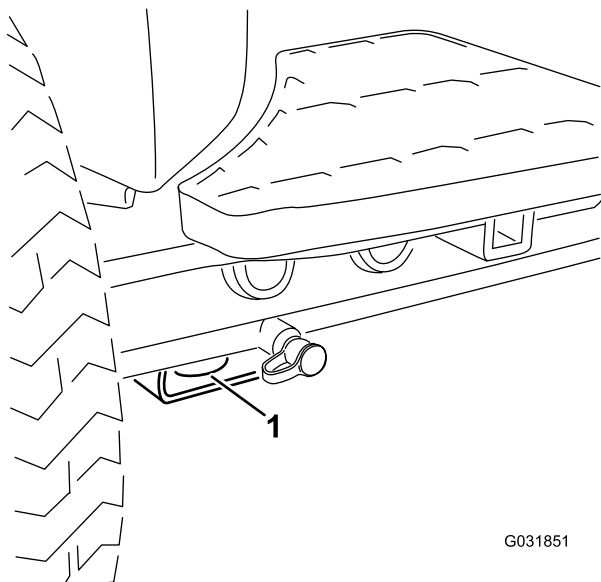

Figure 24
- **Avant de la machine** – trou du patin rectangulaire, sous le tube d'essieu, à l'intérieur de chaque roue avant (Figure 24).